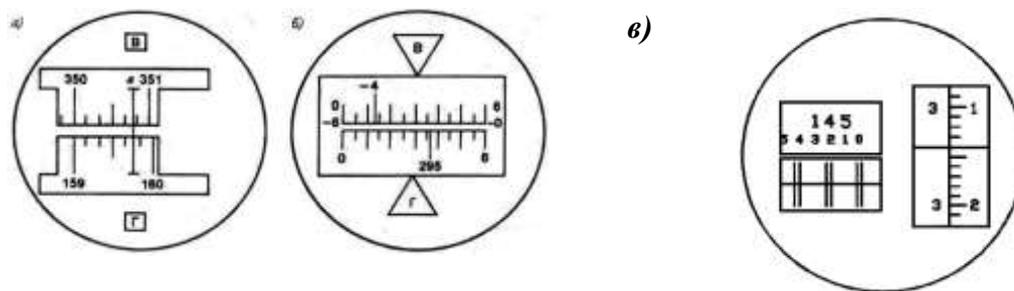
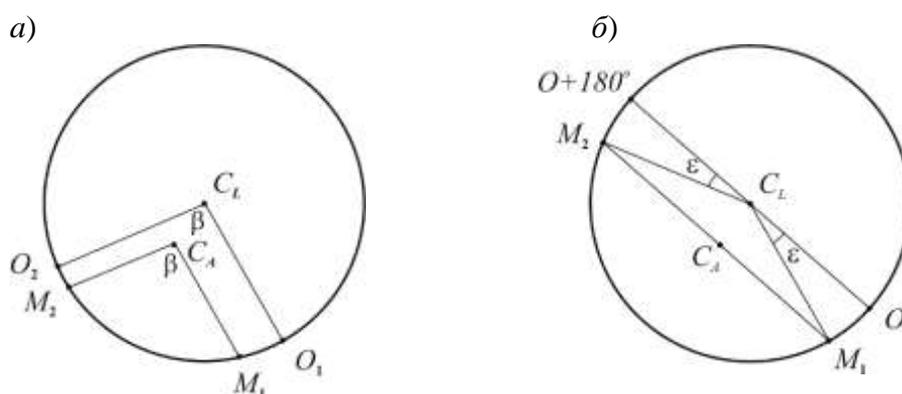

Рисунок 3. Поле зрения отсчётных микроскопов:
Рисунок 4. Эксцентриситет алидады: *a* – влияние на результат измерения угла; *б* – исключение влияния;  $C_L$  – центр лимба;  $C_A$  – ось вращения алидады.
В штриховом микроскопе отсчет с точностью 1' берут по положению нулевого штриха алидады *a* (рис. 3, *a*), интерполируя минуты на глаз.
**Шкаловый микроскоп** имеет две шкалы, совмещённые с лимбами вертикального и горизонтального кругов (рис. 3, *б*). Отсчёты берут по градусным штрихам лимбов. Шкала вертикального круга теодолита 2Т30 имеет два ряда подписей. Если перед градусным делением отсутствует знак, отсчёт делают так же, как и по горизонтальному кругу. Если перед цифрой градусов стоит минус, то минуты считывают по шкале от -0 до -6 (справа налево).
Точные теодолиты снабжены микроскопами с оптическим микрометром (рис. 3, *в*). Градусы отсчитывают по основной шкале после совмещения верхнего и нижнего изображений штрихов горизонтального (или вертикального) круга, а минуты и секунды читают по шкале микрометра.
**Эксцентриситет алидады.** Несовпадение оси вращения алидады  $C_A$  (рис. 4) с центром лимба  $C_L$  называется эксцентриситетом алидады и является причиной систематических погрешностей при измерении углов. Так, при повороте алидады на угол  $\beta$  (рис. 3, *а*) вместо верной разности отсчетов по лимбу  $O_2 - O_1$  из-за эксцентриситета алидады будет получена разность  $M_2 - M_1$ .
При отсутствии эксцентриситета поворот алидады на  $180^{\circ}$  (см. рис. 4, *б*) вызывает изменение отсчета на  $180^{\circ}$ . А при наличии эксцентриситета отсчеты до и после поворота различаются не ровно на  $180^{\circ}$ , так как содержат одинаковые погрешности эксцентриситета  $\varepsilon$ , но с разным знаком. Так на рис. 4.6 *б* отсчет  $M_1$  больше верного отсчета  $O$  на угол  $\varepsilon$ , а отсчет  $M_2$  меньше верного отсчета на угол  $\varepsilon$ .